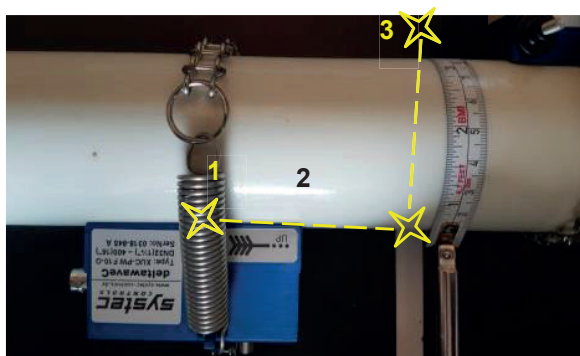
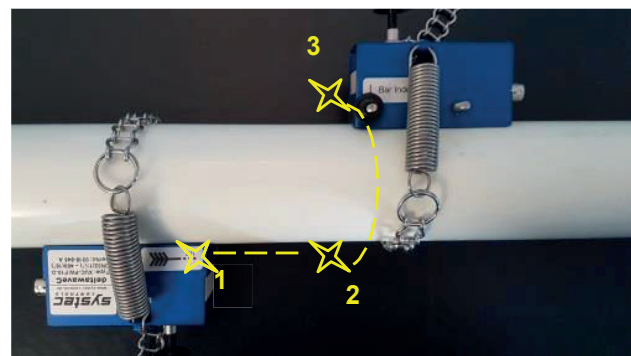

Abbildung 19: Ermittlung der Montageposition für Sensor 2
Abbildung 20: montierte Wandler, Z-Methode
6. Montieren Sie nun den zweiten Sensor mit der Mitte der **Sensorfront** (nicht des Sensors) an Markierung 3 (siehe **Abbildung 19** & **Abbildung 20**). Die Sensoren befinden sich nun exakt gegenüberliegend